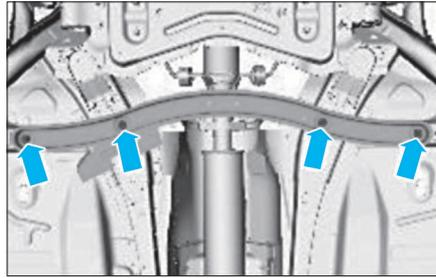

FIG. 43
- le renfort de plancher (Fig.43).
- Serrer les fixations de renfort de plancher à 3 daN.m (Fig.43).